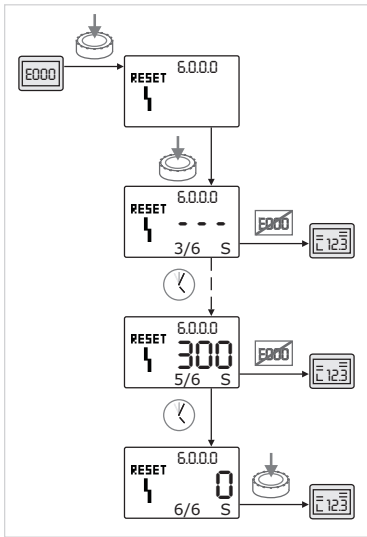

Fig.62: Квитирование типа ошибки C
- При возникновении ошибок типа C выполнять квитирование следующим образом (рис. 62):